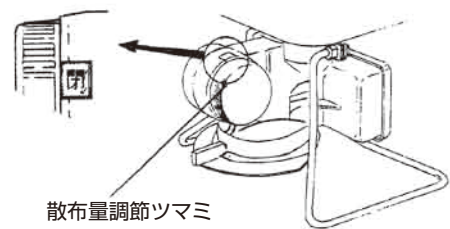

図4
1. タンク上ブタをはずし、タンク内に肥料、農薬を入れて下さい。このとき、散布量調節つまみは“閉”の位置にし、シャッターが完全にしまっているかを確認して下さい。(図4)